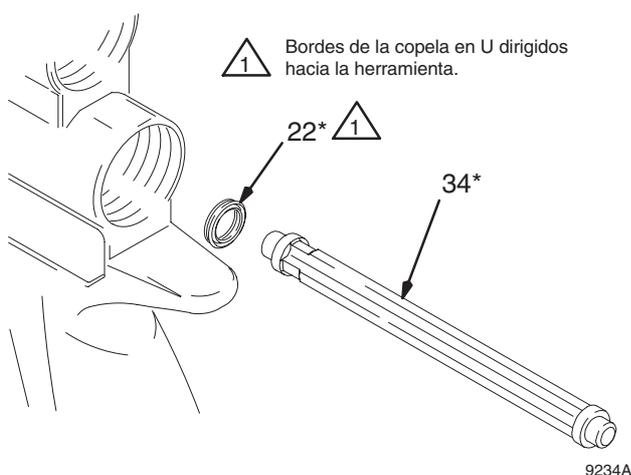

Fig. 21
2. Instale el filtro de fluido en línea (10) en la base del tubo de fluido (8). Enrosque la pieza de conexión de entrada de fluido (11) en la base del tubo. Apriete a un par de 22–23 N.m.
3. Coloque la nueva copela en U (22*) en la herramienta de instalación de sellos (34*), con los bordes de la copela en U dirigidos hacia la herramienta, tal como se indica en la Fig. 21. Vuelva a introducir la copela en U por la parte trasera de la pistola hasta que sienta que encaja perfectamente.